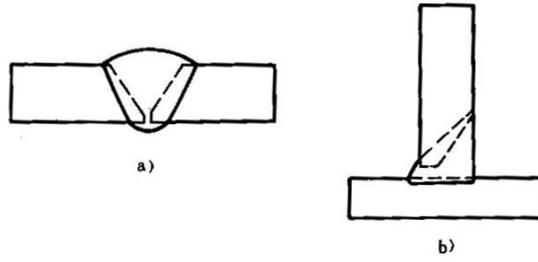

图 9
(1) 对接焊缝 构成对接接头的焊缝称为对接焊缝。对接焊缝可以由对接接头形成, 也可以由 T 形接头 (十字接头) 形成, 后者是指开坡口后进行全焊透焊接而焊脚为零的焊缝, 见图 9。